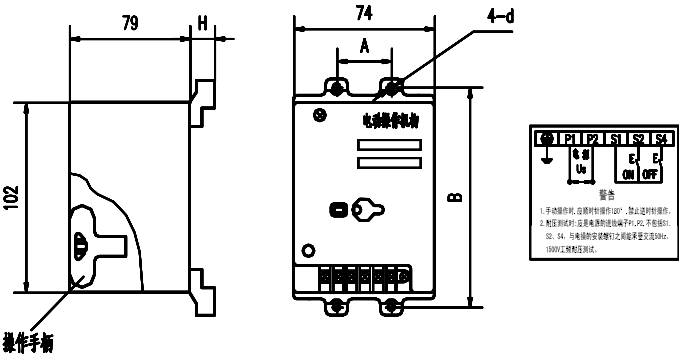
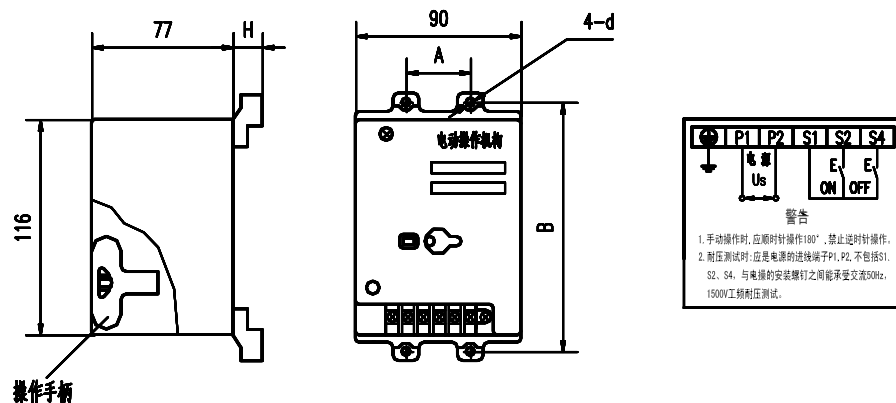
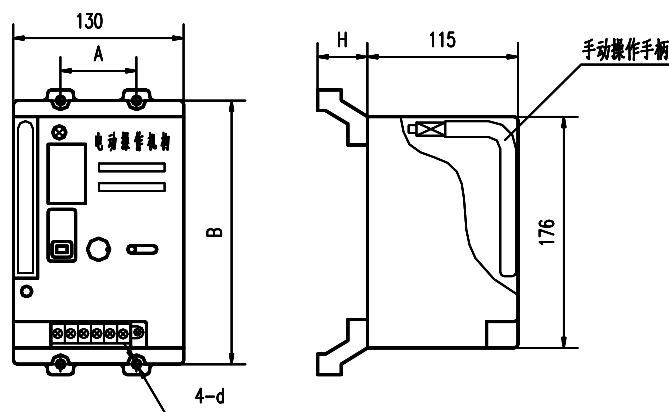
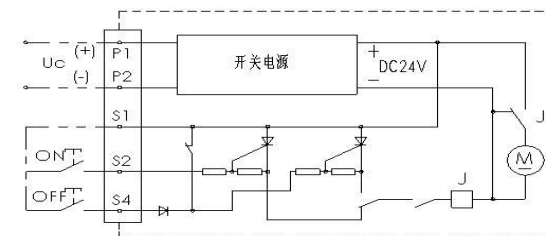

图 1
图 2
图 3
图 5
1、CD2-63 的技术参数和外形安装尺寸见表 1 和图 1
2、CD2-100~250 的技术参数和外形安装尺寸见表 2 和图 2
3、CD2-400~1250 的技术参数和外形安装尺寸见表 3 和图 3
6、电源接线应按图 1、图 2 和图 3 中的接线图与相应端子进行连接。在电操的外壳上附有接线图，图中的端子编号 P1、P2、S1、S2、S4 与电操上的接线螺钉一一对应。（图 5 是电操内部简明电原理图）。接线时务请注意以下两点：